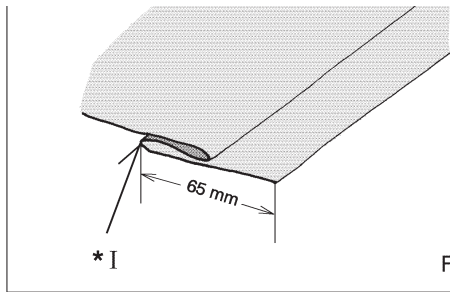

Fig. 1
1. Falten Sie den Stoff auf die gewünschte Saumbreite und bügeln Sie ihn an. Legen Sie die Falte zurück gegen die Oberseite des Nähguts, sodass sich auf der Unterseite eine 'weiche' Falte bildet (Siehe Fig. 1.)